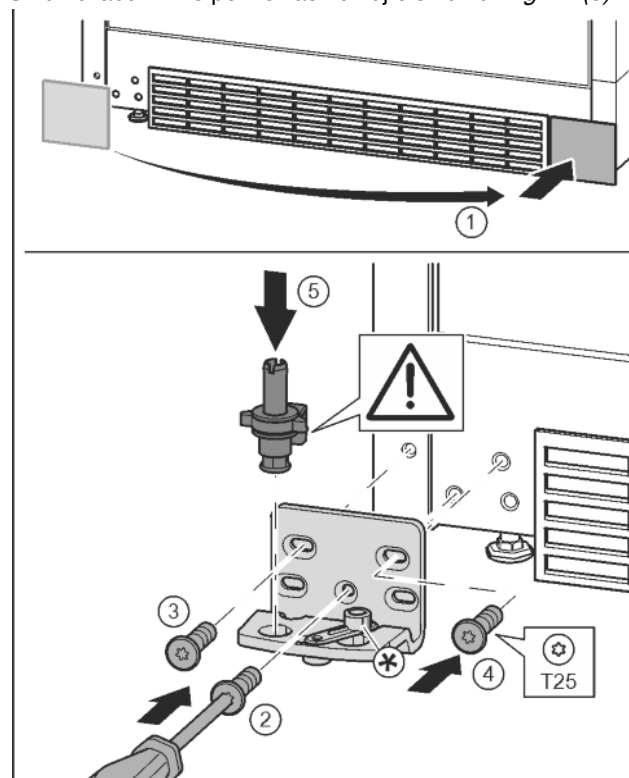

Fig. 18
- ▶ Odoberte kryt a pripevnite ho na druhú stranu. Fig. 18 (1)
- ▶ Ložiskovú konzolu nasuňte na druhú stranu a priskrutkujte ju pomocou skrutkovača T25. Začnite skrutkou 2 dole v strede. Fig. 18 (2)
- ▶ Pevne zaskrutkujte skrutku 3 a 4. Fig. 18 (3, 4)
- ▶ Ložiskový čap úplne nasuďte. Dbajte pritom na to, aby zárez dorazu ukazoval smerom dozadu. Fig. 18 (5)